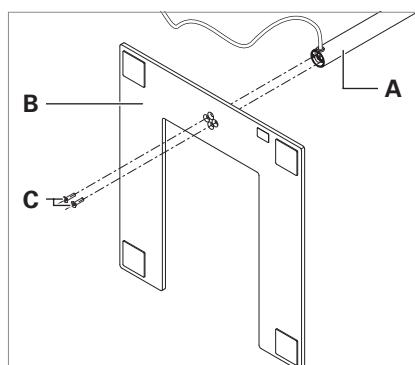

Fig. 2: Monter le bras vertical rond.
- Bras vertical rond, voir Fig. 2
- ▶ Si vous montez un **bras vertical rond** : fixez le bras vertical **A** avec les vis livrées **C** sur le pied du luminaire **B** de manière à ce que le câble de raccordement soit orienté vers l'arrière, voir Fig. 2.